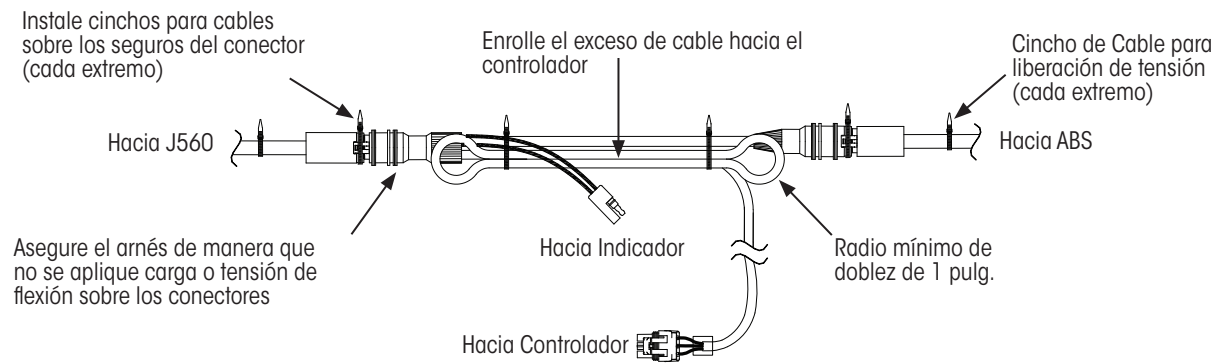

Figura 1: *Sujeciones del arnés*
**NO** doble el cable cerca de los conectores, Figura 1. Esto ejerce presión sobre los conectores y puede resultar en la pérdida de conexión y/o falla del arnés.
3. Soporte el arnés cerca de los conectores, Figura 1, de modo que los conectores no soporten el peso del cable. Asegúrese de que las conexiones sean seguras y no puedan moverse durante la operación del vehículo.
4. Enrolle el exceso de cable como se muestra en la Figura 1.